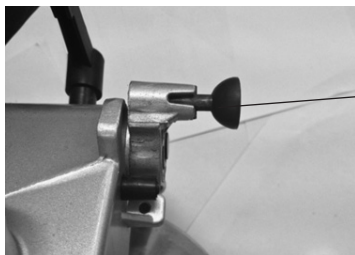

рис.8
-для облегчения транспортировки пилу следует сложить в транспортное состояние. Для этого следует полностью опустить режущий блок пилы и зафиксировать его в нижнем положении с помощью стопорной шпильки (рис.8 поз.1). Так же необходимо закрепить поворотное основание с помощью фиксирующей ручки.